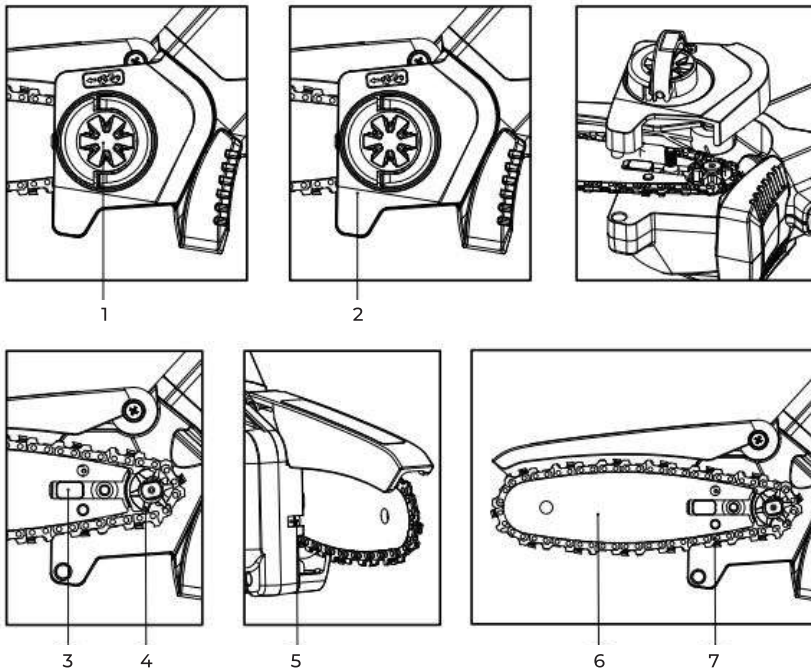

Рис. 4
- Открутите фиксатор крышки (рис. 4 поз. 1) и снимите крышку звездочки (рис. 4 поз. 2).
- Установите пильную цепь (рис. 4 поз. 7) в паз шины (рис. 4 поз. 6) и установите шину на направляющую системы натяжки цепи, учитывая направление вращения цепи.
- Установите цепь на звездочку (рис. 4 поз. 4).
Для натяжения пильной цепи используйте винт-регулятор натяжки пильной цепи (рис. 4 поз. 5)